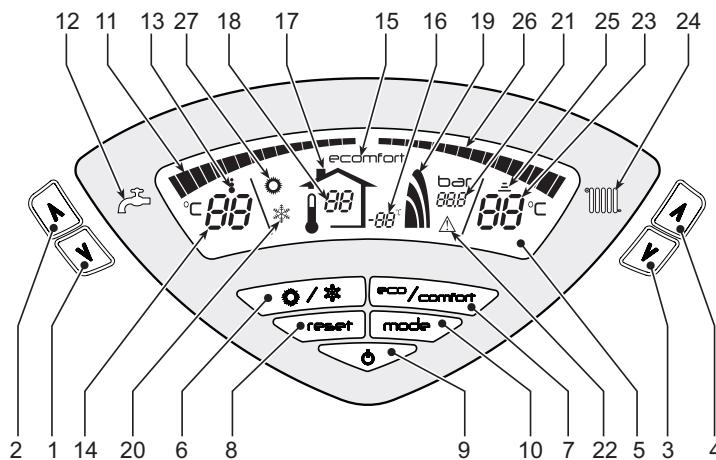
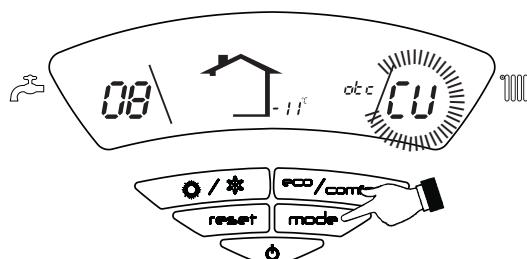
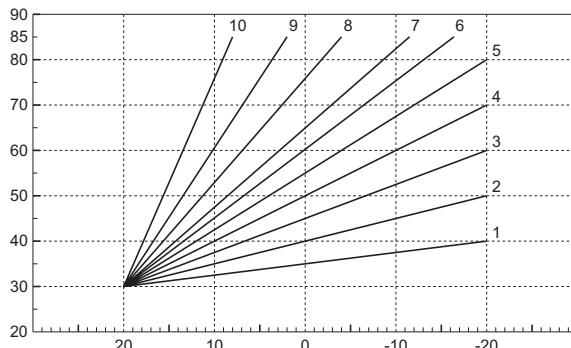

fig. 1 - Panel de control
fig. 11 - Curva de compensación
fig. 13 - Curvas de compensación
La demanda de calefacción (generada por el termostato de ambiente o el reloj programador a distancia) se indica mediante el parpadeo del símbolo de **funcionamiento en calefacción** (25 - fig. 1).
Los indicadores de temperatura del agua sanitaria (26 - fig. 1) se encienden gradualmente a medida que el sensor correspondiente detecta que se va alcanzando el valor programado.
La demanda de agua caliente sanitaria (generada por la apertura de un grifo correspondiente) se indica con el parpadeo del símbolo de **funcionamiento en ACS** (13 - fig. 1). Comprobar que se encuentre activada la función Comfort (15 - fig. 1).
Los indicadores de temperatura del agua sanitaria (11 - fig. 1) se encienden gradualmente a medida que el sensor correspondiente detecta que se va alcanzando el valor programado.
Cuando el acumulador está activado (opción predeterminada), en el display aparece el símbolo de CONFORT (15 - fig. 1); si está desactivado, se visualiza el símbolo ECO (15 - fig. 1).
Para desactivar el calentador y establecer el modo ECO, pulsar la tecla eco/comfort (7 - fig. 1). Para volver al modo CONFORT, pulsar nuevamente la tecla eco/comfort (7 - fig. 1).
Pulsar la tecla on/off (9 - fig. 1) durante 1 segundo.
Para reactivar la caldera, pulsar nuevamente la tecla on/off (9 fig. 1) durante 1 segundo.
- Pulsar la tecla ON/OFF (9 - fig. 1).
Pulsar la tecla Verano/Invierno (6 - fig. 1) durante 1 segundo.
En la pantalla aparece el símbolo de Verano (27 - fig. 1): la caldera solo suministra agua sanitaria. El sistema antihielo permanece operativo.
Para desactivar el modo Verano, pulsar nuevamente la tecla Verano/Invierno (6 - fig. 1) durante 1 segundo.
Mediante las teclas (3 y 4 - fig. 1) se puede regular la temperatura de la calefacción desde un mínimo de 30 °C hasta un máximo de 80 °C,
Mediante las teclas (1 y 2 - )fig. 1 se puede regular la temperatura del agua sanitaria desde un mínimo de 10 °C hasta un máximo de 65 °C.
Si está instalada la sonda exterior (opcional), en la pantalla del panel de mandos (5 - fig. 1) aparece la temperatura exterior actual medida por dicha sonda. El sistema de regulación de la caldera funciona con "Temperatura adaptable". En esta modalidad, la temperatura del circuito de calefacción se regula en función de las condiciones climáticas exteriores, con el fin de garantizar mayor confort y ahorro de energía durante todo el año. En particular, cuando aumenta la temperatura exterior disminuye la temperatura de ida a la calefacción, de acuerdo con una curva de compensación determinada.
Durante el funcionamiento con temperatura adaptable, la temperatura programada mediante las teclas de la calefacción (3 y 4 - fig. 1) pasa a ser la temperatura máxima de ida a la instalación. Se aconseja establecer el valor máximo para que la instalación pueda regular la temperatura en todo el campo útil de funcionamiento.
Si se pulsa una vez la tecla mode (10 - fig. 1), se visualiza la curva actual de compensación (fig. 11), que se puede modificar con las teclas del agua sanitaria (1 y 2 - fig. 1). Seleccionar la curva deseada entre 1 y 10 según la característica (fig. 13).